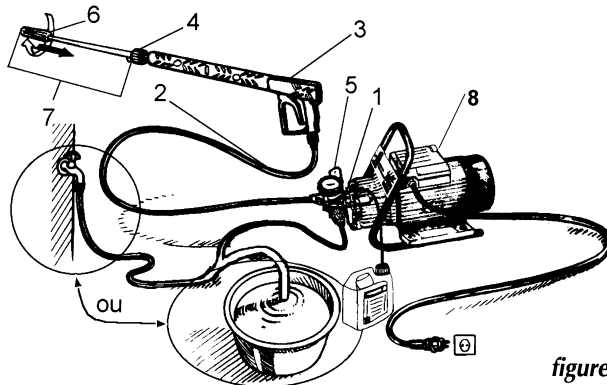

figure 1
2. Visser le flexible haute pression sur le corps de pompe (n°2, fig1).
3. Visser l'extrémité du flexible sur le pistolet multifonction (n°3, fig1).
4. Visser la lance à l'aide de la molette (n°4, fig1).sur le pistolet multifonction (n°3, fig1). L'eau doit s'écouler abondamment en appuyant sur la gâchette.
- Pour obtenir la position haute pression (de 30 à 140 bars): tirer la buse Variojet (n°6, fig.1) vers vous.
- Pour obtenir la position basse pression (inférieur à 30 bars): pousser la buse Variojet (n°6, fig.1) vers l'avant.
1. Régler la pression désirée au moyen de la poignée noire (n°5, fig.1).
2. Régler la forme du jet au moyen de la buse Variojet (n°6, fig.1) en tournant celle-ci vers la droite (jet large) ou vers la gauche (jet fin).
#### **Lance (n°7, fig.1)**
#### **Flexible haute pression (n°2, fig.1)**
- Vous assurer que la buse Variojet (n°6, fig.1) est bien en position haute pression.
- Dévisser et revisser la poignée de réglage de pression (n°5, fig.1), pour atteindre la pression de service (140 bars). Si vous n'obtenez que 110/120 bars, la buse interne de pression est usée, il faut donc la remplacer.